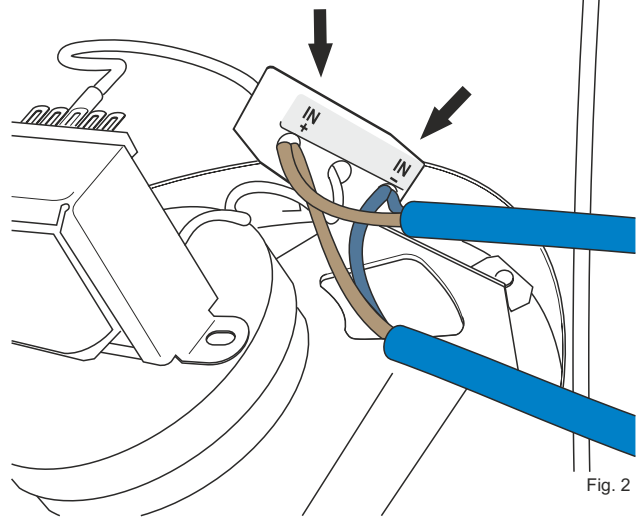

Fig. 2
- A) togliere la vite (A);
- D) collegare le terminazioni della linea alla morsetteria facendo riferimento alle indicazioni riportate nelle fig. 2 e 3;
- F) serrare a fondo la vite (A);
- A) remove the screw (A);
- D) Connect the cable ends of the line to the terminal strip, based on the indications in Figures 2 and 3.
- F) Tighten the screw (A);
- A) Retirez la vis (A);
- D) Brancher les extrémités de la ligne au bornier en se référant aux indications des fig. 2 et 3.
- F) Serrer la vis (A);
- A) Entfernen Sie die Schraube (A);
- D) Die Endstücke der Leitung an das Klemmbrett anschließen und dabei gemäß den Anweisungen in den Abb. 2 und 3 vorgehen.
- F) Ziehen Sie Schraube (A);